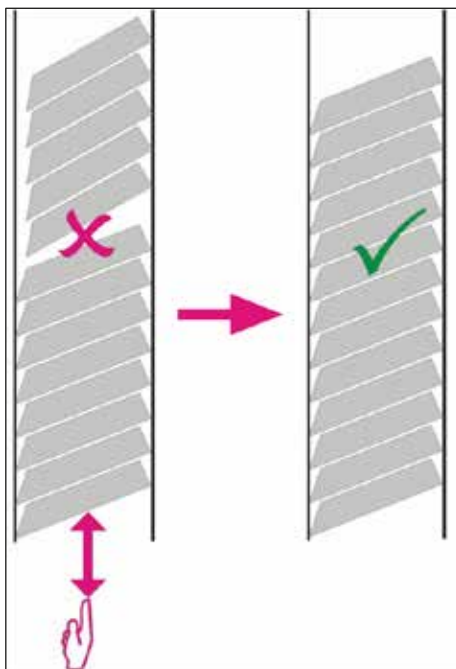

Fig. 29
✓ Os cassetes devem então se acomodarem no pente corretamente (→ "Fig. 29").
- Se as cassetes gravados forem utilizados, certifique-se de que a pilha recém-inserida se alinha perfeitamente com os cassetes previamente carregados (→ "Fig. 29").